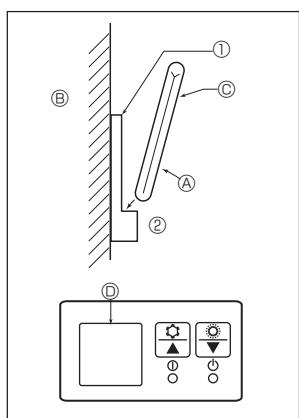

Fig. 6-7
2) Méthode d'installation (Fig. 6-7)